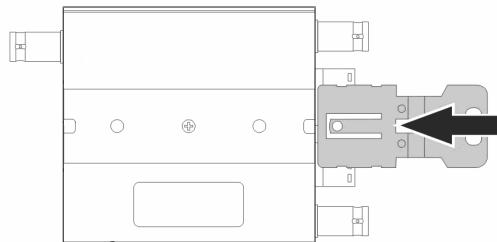

Рис.2.1 Монтаж крепления
- Совместите съемный крепежный элемент с салазками на обратной стороне устройства (рис.2.1);